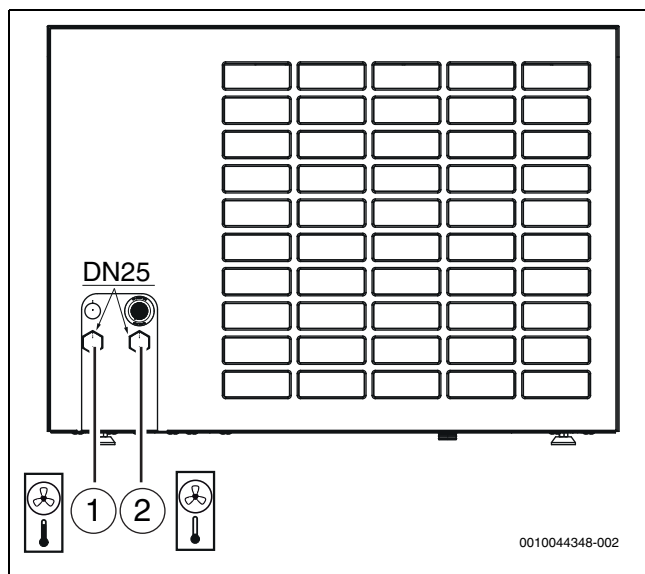

Bild 30 Anschlüsse der Wärmeträgerrohre; Beschreibung gilt für alle Größen
- Vorlaufleitung zur Inneneinheit an den Wärmeträgerausgang anschließen (→ [1], Abbildung 30).
- Rücklaufleitung von der Inneneinheit an den Wärmeträgereingang anschließen (→ [2], Abbildung 30).